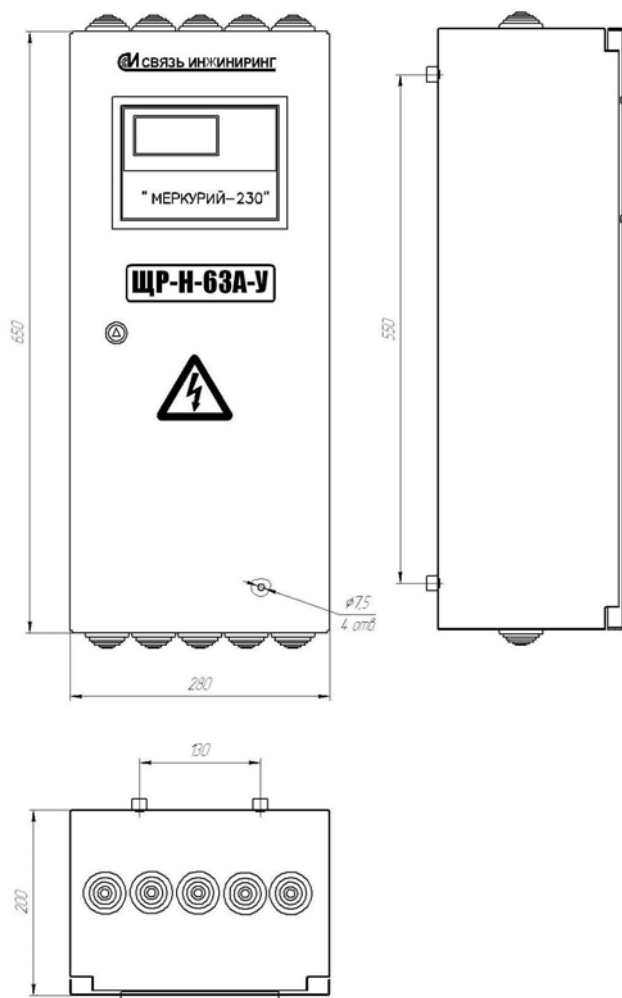

Рис. 1.
2.3 Габаритно-присоединительные размеры щита указаны на рис. 1.